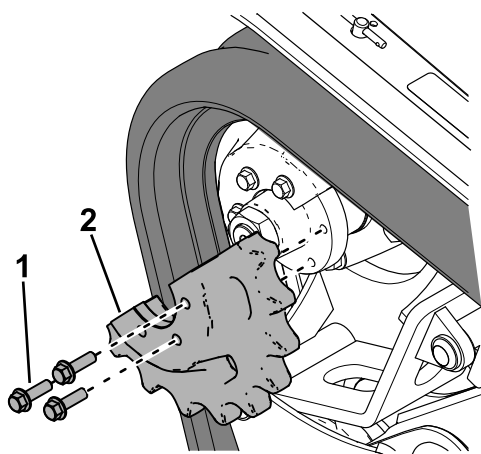

Figura 62
19. Applicare un composto frenafili sui bulloni della metà della ruota conduttrice che avete rimosso e montate la metà della ruota conduttrice (**Figura 62**). Serrate i bulloni a un valore compreso tra 95 e 115 N·m.